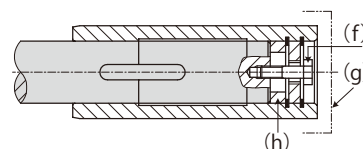

図5-12 特殊な場合の抜け止め
- ②次に保護カバー(g)を取り付けてください。
(3) 取り外し手順
- ①リング(d)を外し、ボルト(n)をセットします。再びリング(d)をセットし、ボルト(j)を回して被動軸から減速機を取り外してください。ネジサイズはP16表5-3のZをご参照ください。
(4) 特殊な場合の抜け止め
- ①被動軸が図5-12のように段がない場合、ディスタンスリング(h)を使用して固定してください。